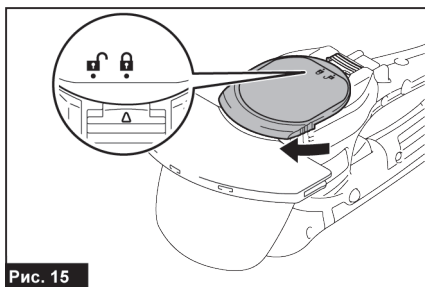

Рис. 15
8. Нажимая на нижнюю крышку, поворачивайте ее по часовой стрелке, пока значок на нижней крышке не будет совмещен с отметкой на рычаге блокировки (рис. 15).